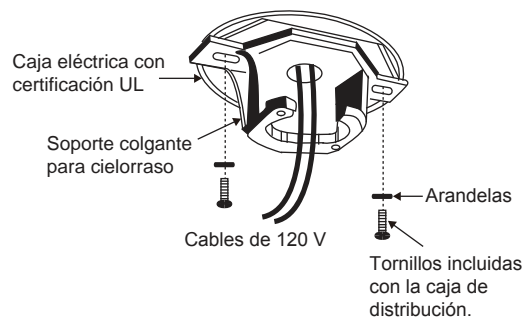

Fig. 6
**Paso 3.** Pase los cables de alimentación de 120 voltios desde la caja de distribución eléctrica a través del centro del soporte de montaje de techo. (Fig. 6)
**Paso 4.** Acople el soporte de montaje para cielorraso a la caja de distribución eléctrica utilizando los tornillos y las arandelas incluidas con la caja de distribución. (Fig.6)